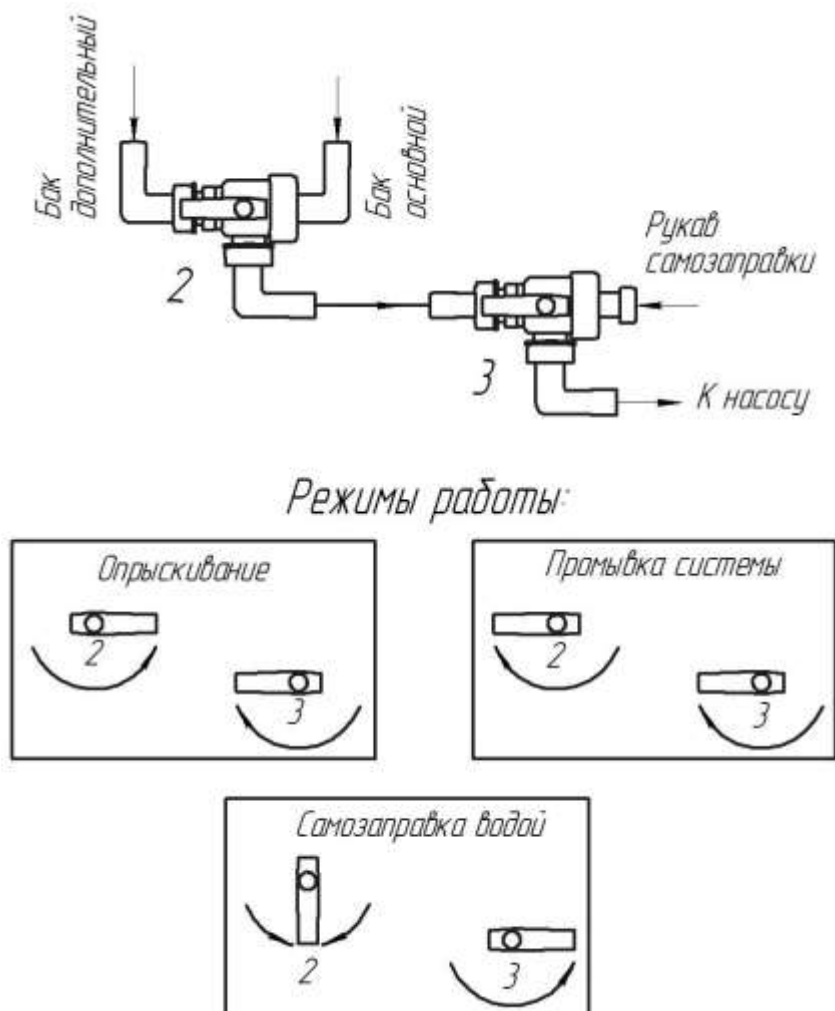

Рис. 7. Положения рукояток трехходовых кранов при различных режимах работы. см. обозначения на гидравлической схеме (рис. 6).
5.4.1. Опрыскиватель может работать в следующих режимах (рис. 7):
- Установить рукоятки трехходовых кранов 2 и 3 (рис. 7) в положение «Опрыскивание».
- а). Установить рукоятки трехходовых кранов 2 и 3 (рис. 7) в положение «Опрыскивание».
- а). Установить рукоятки трехходовых кранов 2 и 3 (рис. 7) в положение «Промывка системы».
- в). Установить рукоятки трехходовых кранов 2 и 3 (рис. 7) в положение «Самозаправка водой».